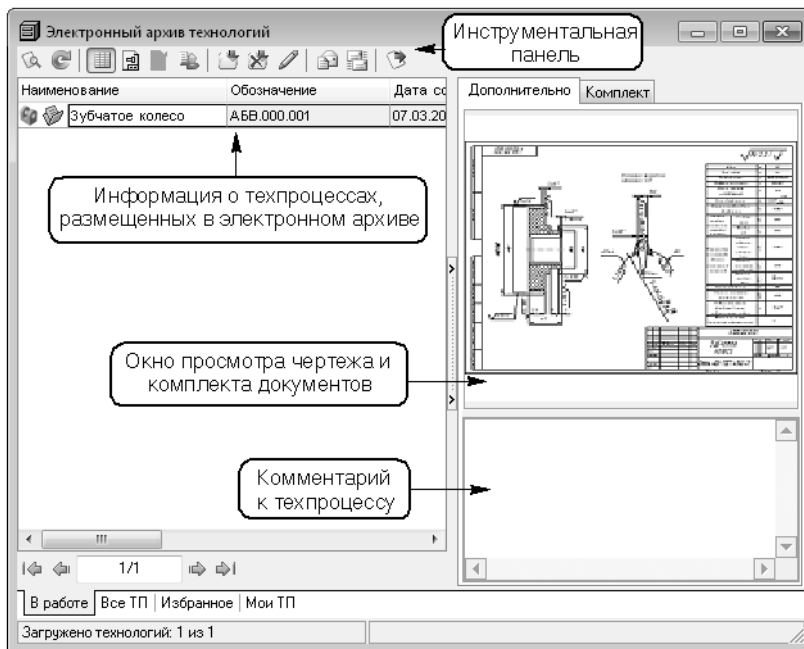

Рис. 9.20.
Приложение «Электронный архив1» (рис. 9.20) предназначено для организации хранения техпроцессов, разработанных в САПР ТП ВЕРТИКАЛЬ, а также для обеспечения совместного доступа пользователей к файлам технологических процессов.
47. В результате сохранения ТП в Электронном архиве на экране откроется вкладка **В работе** электронного архива рис. 9.20.